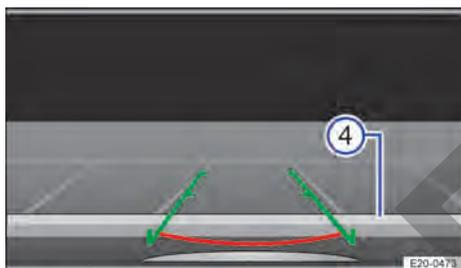

Fig. 111 Visualización en la pantalla del sistema de infotainment: centrar el vehículo en el hueco de aparcamiento.
4. Detenga el vehículo cuando la línea horizontal haya alcanzado la delimitación trasera → fig. 111 ④.